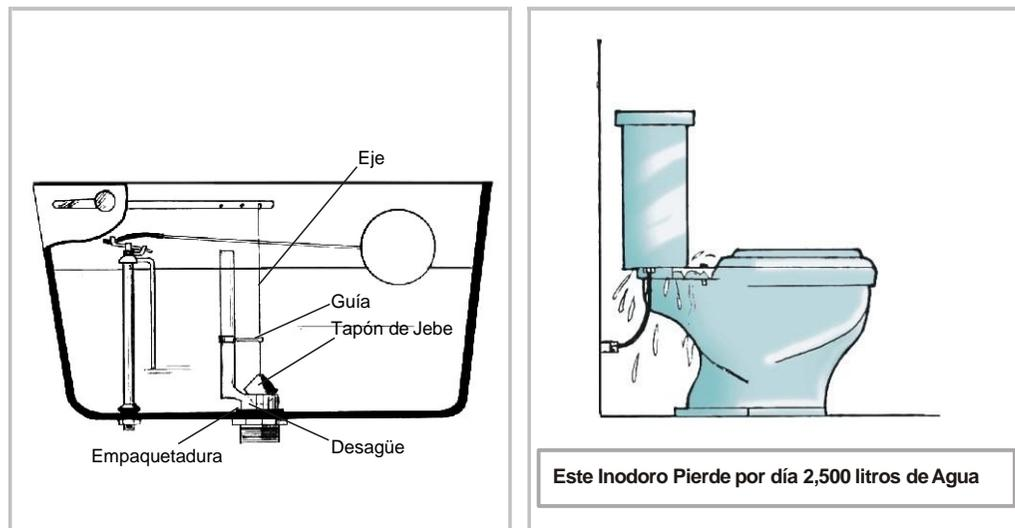

Fig. 9
1. Examine la empaquetadura de asiento y revise la guía para que ella se deslice rápidamente por el tapón de jebe y descansa normalmente sobre la boca del desagüe cada vez que se descarga el tanque (Fig. 9).